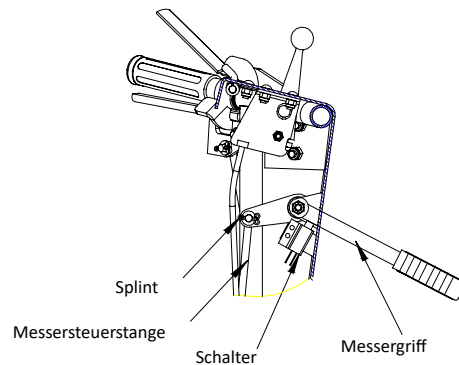

ABB. 15.
- Der Messergriff muss in der Einrastposition sein. Der Griff muss den Druckschalter um mindestens 5 mm eindrücken, andernfalls muss die Länge der Stange eingestellt werden. Um die Länge der Stange zu ändern, den Splint aus der oberen Baugruppe der Messersteuerstange entfernen. Die Stange aus dem Loch der Hebelhalterung entfernen. Die Stange drehen, bis die gewünschte Länge erreicht ist, damit der Schalter richtig gedrückt wird. Die Stange wieder in das Loch der Hebelhalterung einsetzen und den Splint anbringen. (Siehe ABB. 15)